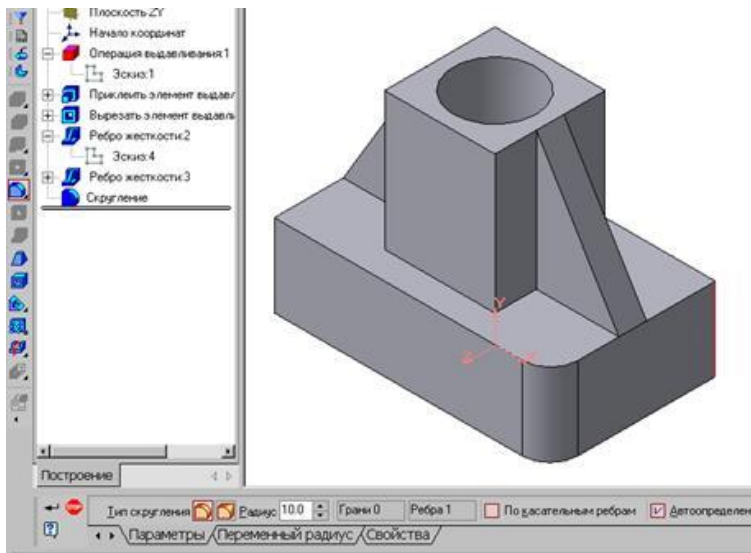

Рис.37 Построение скругления ребер
6. Для того чтобы скруглить вертикальные углы основания детали, используем кнопку  Скругление (рис.37), на панели свойств задаем радиус скругления 10 мм и указываем курсором ребро основания. Затем нажимаем кнопку Создать объект.